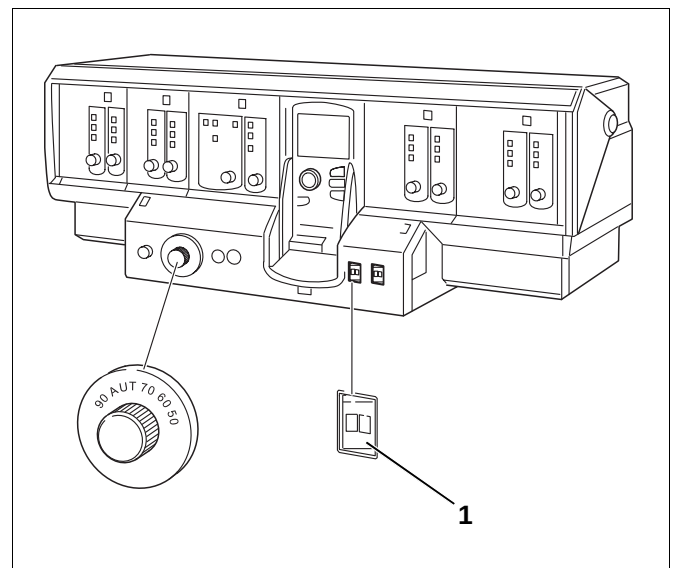

Fig. 64 Eksempel Logamatic 4311
- Sett driftsbryteren (fig. 64, **pos. 1**) på kontrollpanelet i stillingen „0“.